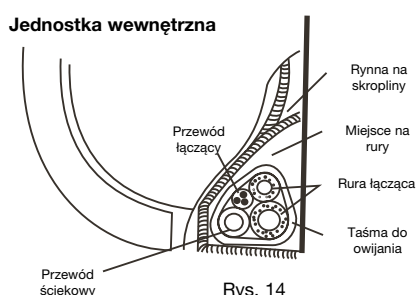

Rys. 13
następnie przykręcić ją za pomocą klucza płaskiego oraz klucza dynamometrycznego. Patrz rysunek 13.
- c. Część zewnętrzna: ręcznie zakręcić nakrętkę na złączach kranów części zewnętrznej, a następnie przykręcić ją za pomocą klucza płaskiego oraz klucza dynamometrycznego. Patrz rysunek 13.